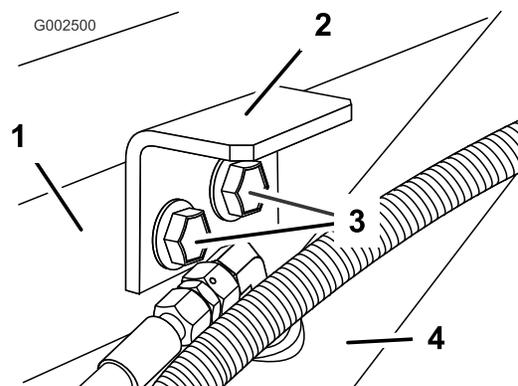

Bild 18
- Montieren Sie die Befestigungshalterungen mit den zwei vorher entfernten Schrauben und Bundmuttern (Bild 18).